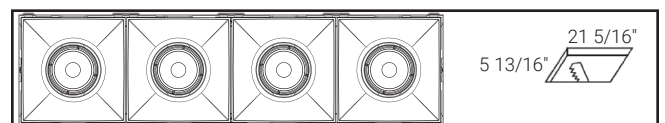

Figure 8.
- 4 moteurs lumineux : 541,3 x 147,6 mm (21-5/16 x 5-13/16 po) (Figure 8)